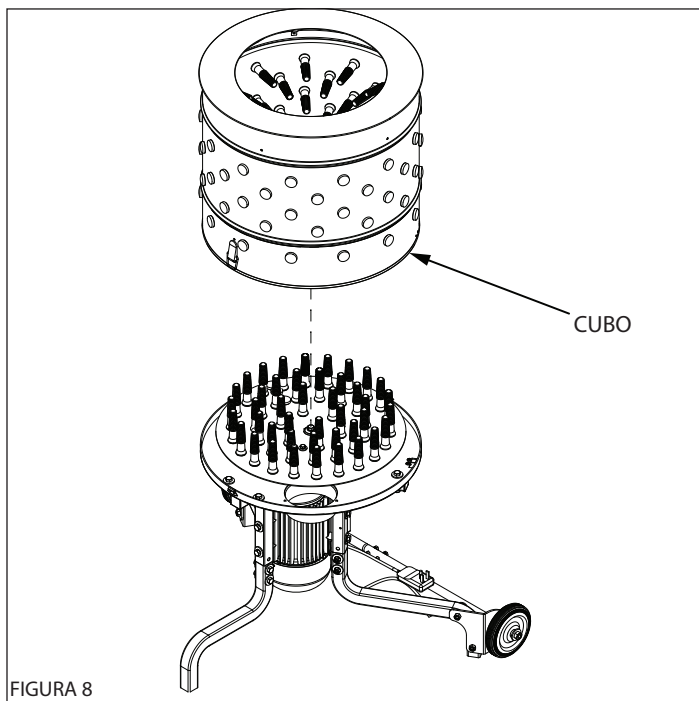

FIGURA 8
- NOTA: El interruptor de lectura magnética de la bandeja de plumas DEBE alinearse con el imán del cubo. Alinee la etiqueta de la flecha del cubo con la flecha en la bandeja de plumas. (CONSULTE LA FIGURA 8)**